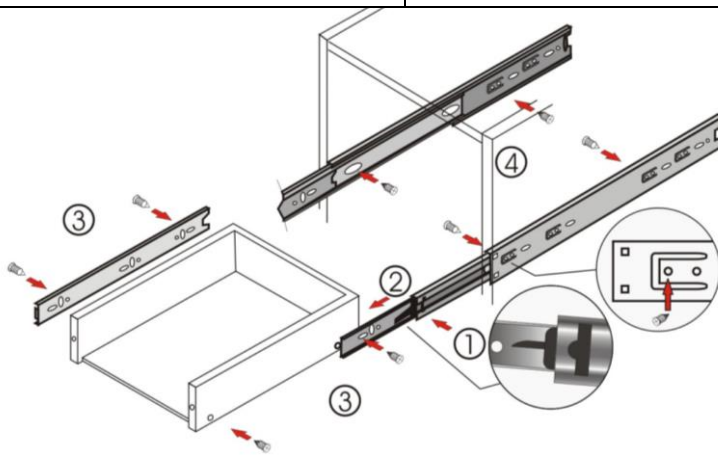

Рис. 4
- 1.Разъедините телескопический механизм шариковой направляющей, нажав на рычаг (рис.4).